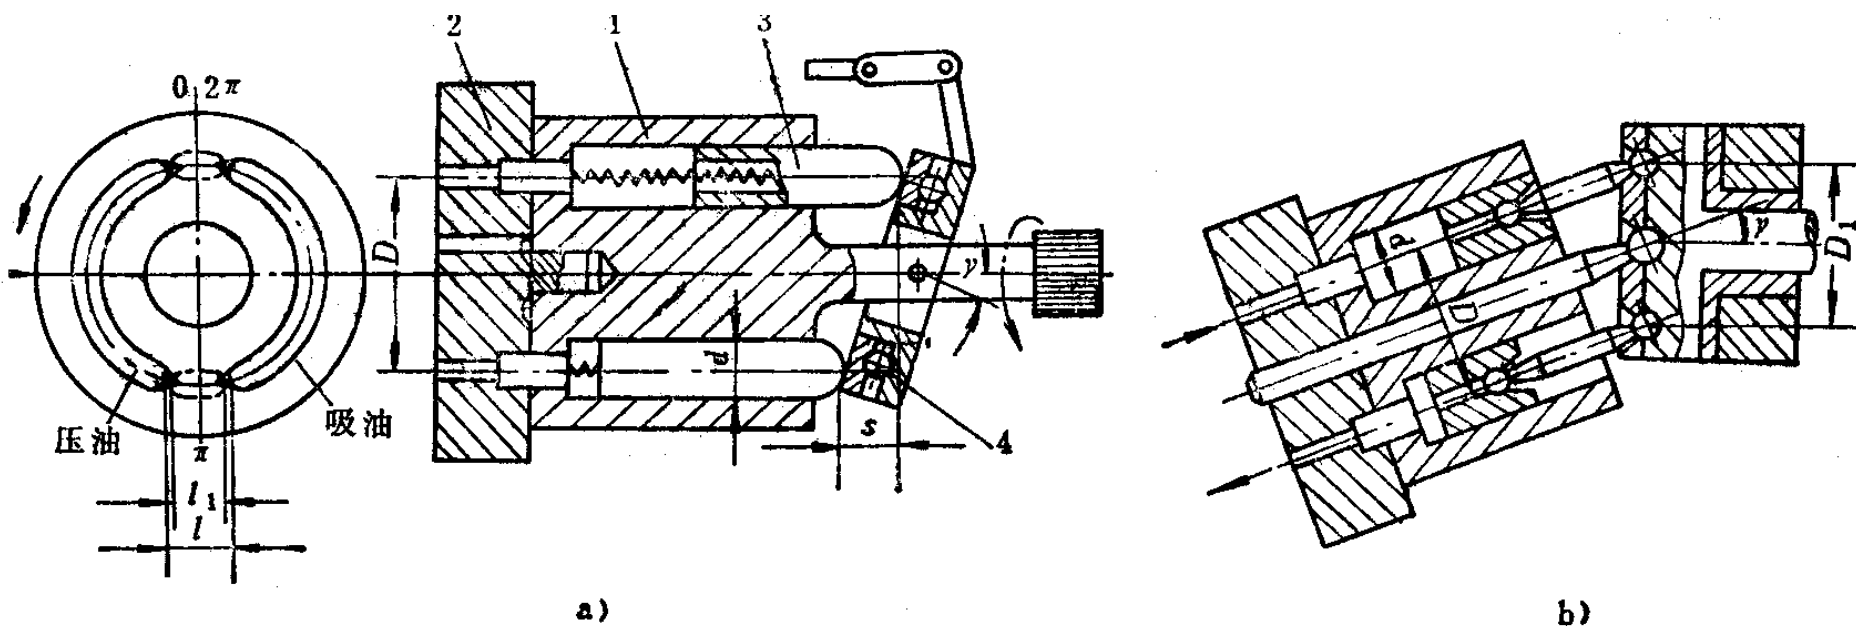

图 2—8 轴向柱塞泵工作原理
- 1) 轴向柱塞泵：如图 2—8 所示，可分为直轴式（图 a）所示）和斜轴式（图 b）所示）两种，该两种泵都是变量泵，通过调节斜盘倾角 γ ，即可改变泵的输出流量。